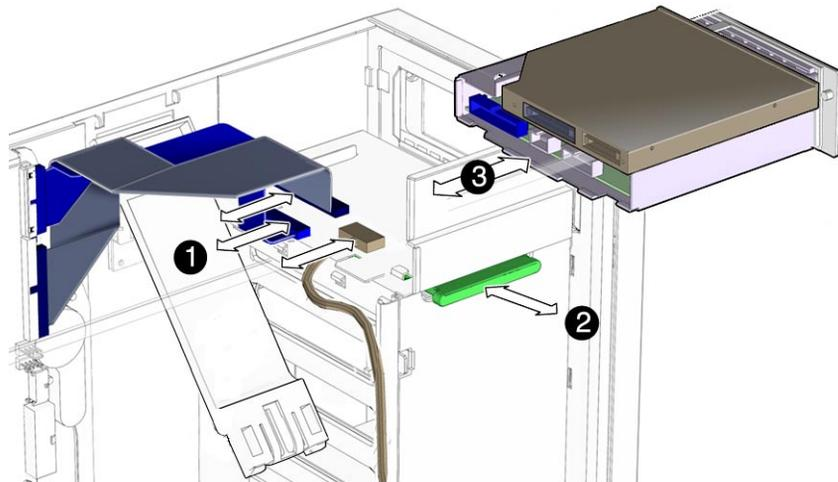

图 6-4 I/O 模块组件和电缆
3. 从 I/O 模块背面拔下以下电缆 (1):
有关 (1) - (5) 的信息，请参阅图 6-4。
请参阅图 6-4。